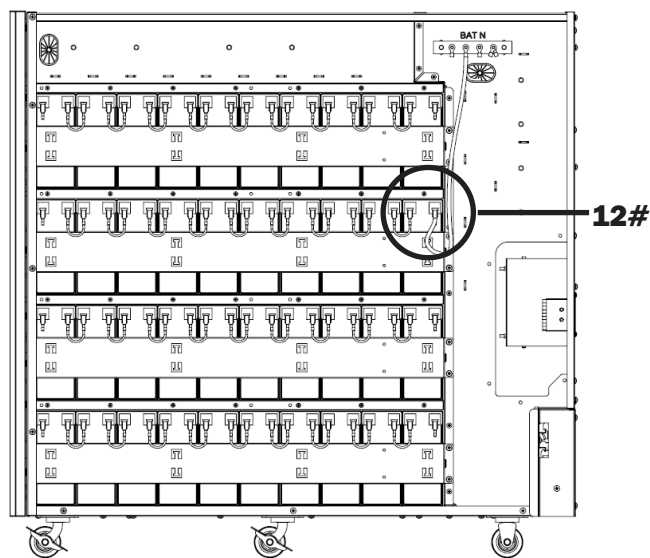

Figura 5-19B
28. Conecte la batería 11+ del grupo 3 a la barra colectora de la batería N (BAT N) (Figura 5-19B).